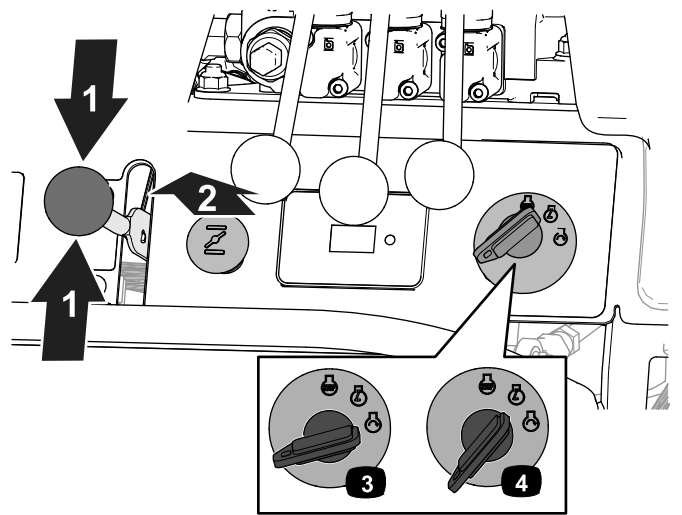

図 27
3. スロットルを 低速と高速の中間位置にセットする 図 27。
4. エンジンが冷えている場合は、チョークを ON 位置にセットする 図 27。
5. イグニッションキーを START 位置に回す 図 27。
6. エンジンが始動したらキーを RUN 位置に回す 図 27。
8. エンジンが始動して暖まるのに合わせて、チョークを徐々にOFF位置に戻す 図 27。